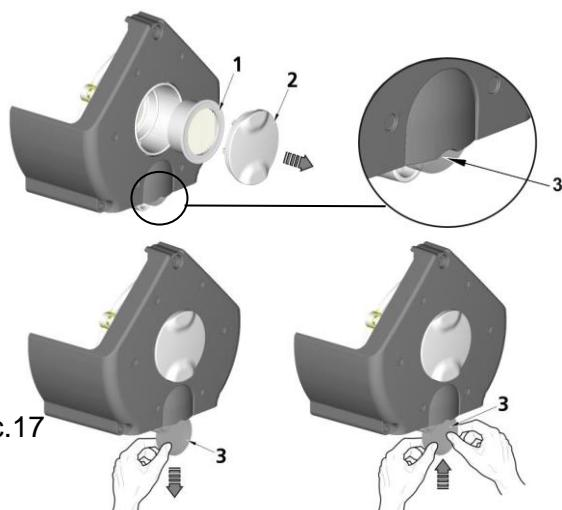

Рис.17
18.5. Замена всасывающего фильтра агрегата (рис. 17)